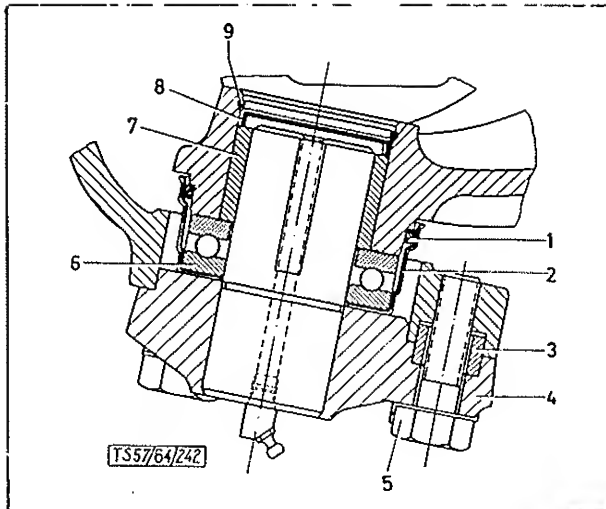

BILD 20: Einbaulage des Axialkugellagers
2. Axialkugellager (20/6) mit dem kleinen Innendurchmesser voran in Dichtungstopf einlegen und mit Dichtring dazwischen, gemäß Bild 20, auf der Achsgabel auftreiben.